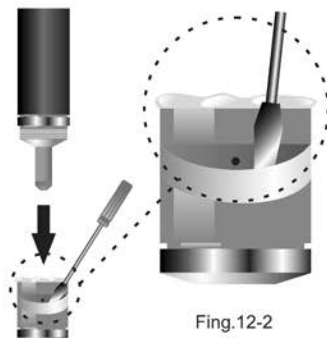

Fig.12-2
2. Levantar la cubierta transparente (Fig. 12-2) [7] del orificio de purga [6] usando un pequeño destornillador o herramienta similar y desplazarla a un lado. Esto deja el orificio de purga [6] al aire. Mantener vertical el cabezal y enroscarlo firmemente y por completo sobre el cuerpo del sensor, teniendo cuidado con el exceso de electrolito que pudiese salir por el orificio de purga [6]. Volver a poner la cubierta transparente [7] en su sitio, tapando el orificio de purga [6].